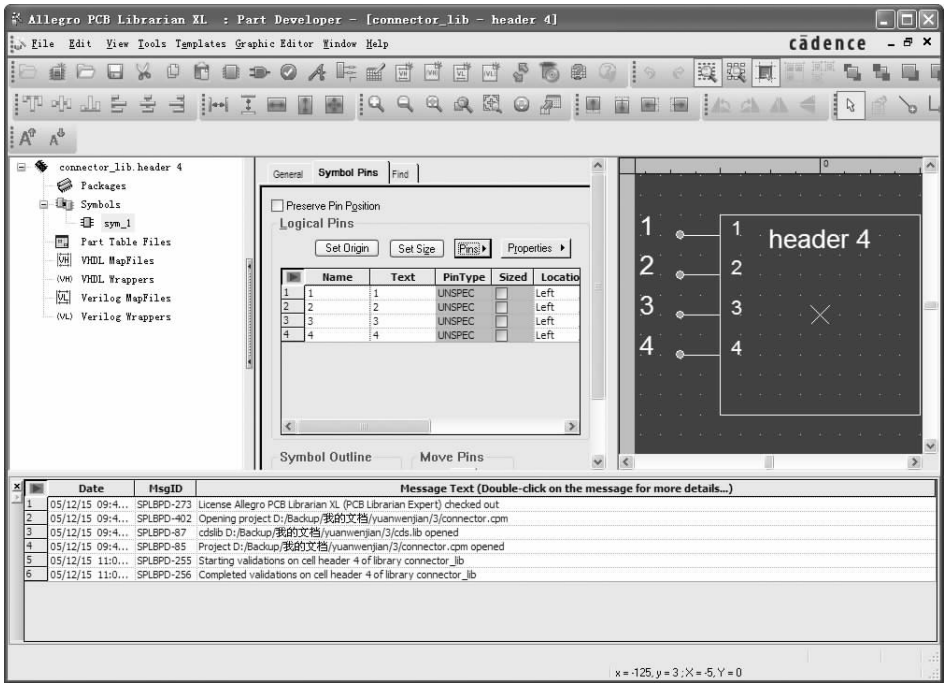

图 2-116 引脚信息
15. 单击 **OK** 按钮，退出对话框，在“Package Pin”选项卡内查看添加引脚信息和“Add Pin（添加引脚）”对话框内显示的内容是否完全相同，如图 2-116 所示。